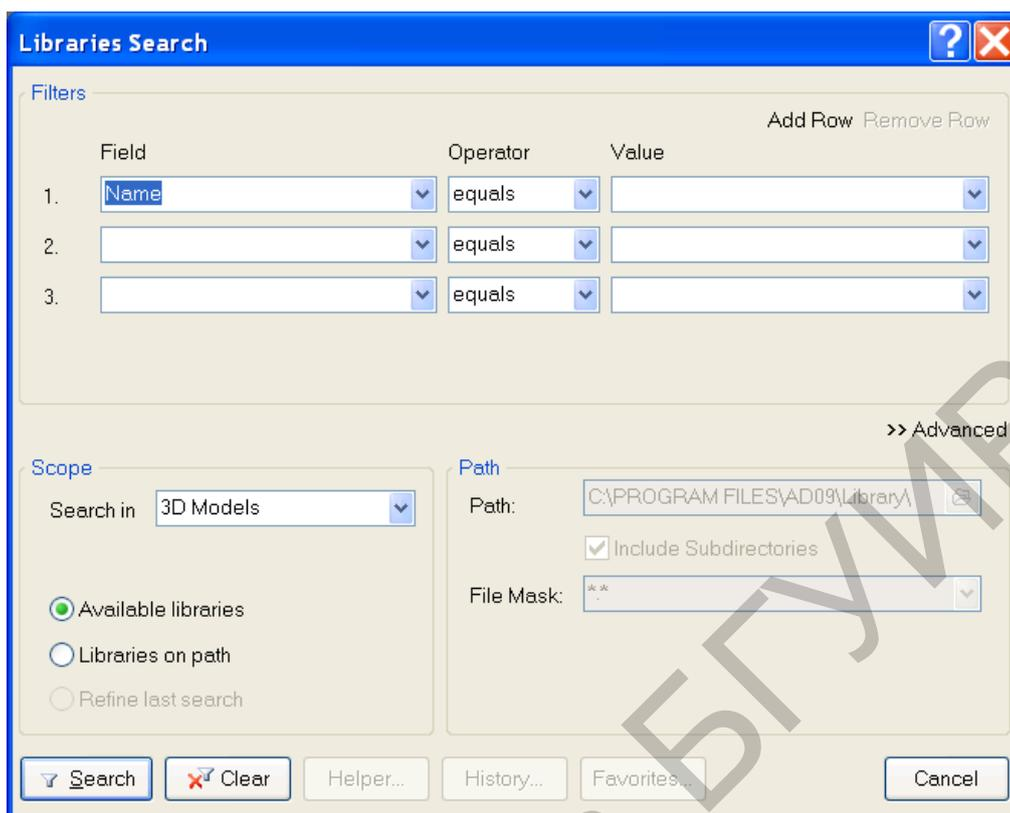

Рис. 30. Диалоговое окно поиска компонентов
1. Активизировать поиск кнопкой Search в панели Libraries. Открывается диалоговое окно Libraries Search (рис. 30). Возможно два вида поиска: упрощенный (Simple) и усовершенствованный (Advanced).